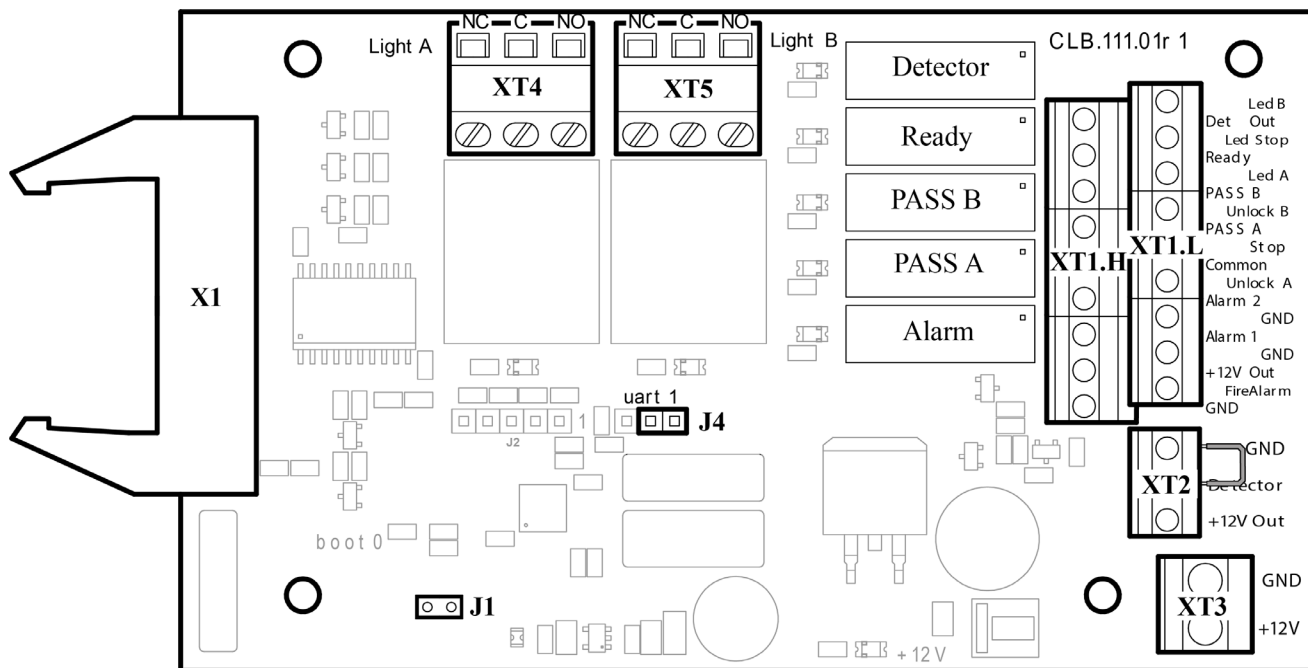

Рисунок 4. Внешний вид платы CLB
Внутри стойки под левой внешней стенкой (2) установлена плата управления турникетом CLB. К ней подключаются: ПДУ, выходы контроллера СКУД, устройство РУ, ДКЗП, устройство аварийной разблокировки турникета *Fire Alarm* (далее – *устройство Fire Alarm*). Подключение внешних устройств производится в соответствии со схемой электрических соединений турникета (см. рис. 4 и 13).
На плате CLB (см. рис. 4) расположены:
Выбор режима управления осуществляется снятием / установкой перемычки на разъем **J1** платы управления. Расположение разъема **J1** показано на рис. 4 При поставке перемычка установлена, что соответствует импульсному режиму управления турникетом. Для перехода в потенциальный режим управления снимите перемычку. Изменение режима управления произойдет после включения турникета.
ПДУ подключается гибким многожильным кабелем к контактам *Unlock A*, *Stop*, *Unlock B*, *Led A*, *Led Stop*, *Led B* и *GND* клеммной колодки **XT1.L** платы управления (см. рис. 4 и 13).
Подключение устройства *Fire Alarm* производится к клеммной колодке **XT1.L** платы управления согласно схеме электрических соединений (см. рис. 4 и 13). Если вход *Fire Alarm* не используется, то необходимо установить перемычку между контактами *Fire Alarm* и *GND*. При поставке данная перемычка установлена.
Факт подачи напряжения на обмотку реле можно определить по загоранию соответствующего красного светодиода, установленного на плате управления вблизи соответствующего реле (см. рис. 4).